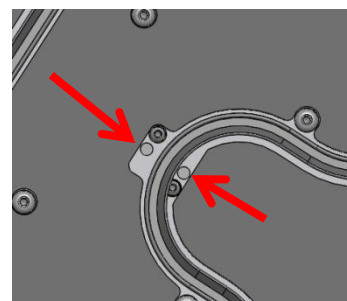

Abbildung: 8
- Überprüfen Sie die Luftfilter an der Unterseite der Saugplatte auf Sauberkeit (*siehe Abbildung 8*).